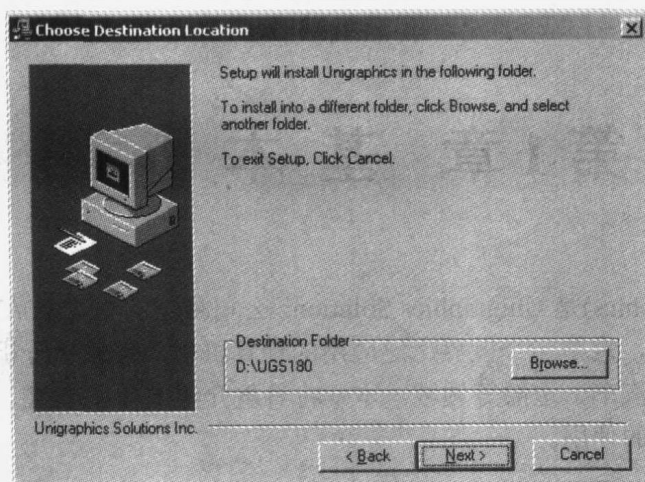
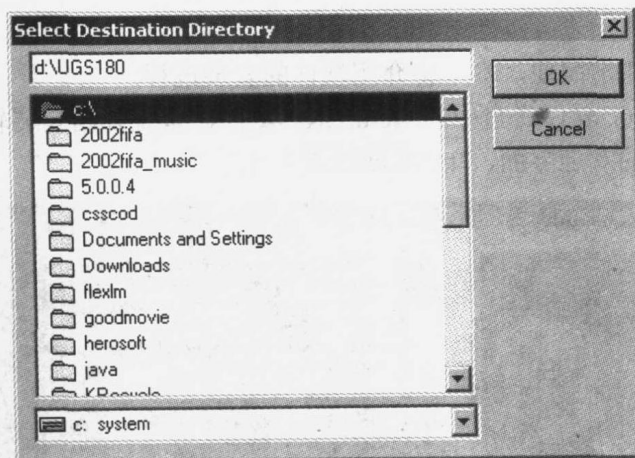

图 1.2 Choose Destination Location 对话框
图 1.3 Select Destination Directory 对话框
- (2) 接着出现如图 1.2 所示的 Choose Destination Location 对话框,单击  按钮,接着出现 Select Destination Directory 对话框,如图 1.3 所示,在对话框选择安装路径,然后回到 Choose Destination Location 对话框,单击  按钮。